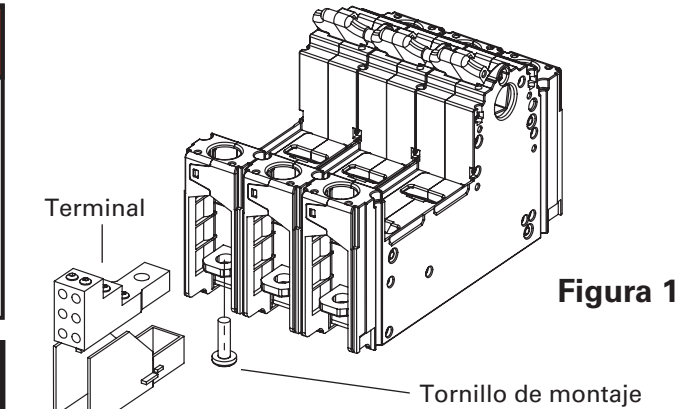

Figura 1
Si el CCP o el portafusible CUBEFuse ya está instalado en el equipo, debe desmontarlo del equipo para instalar este kit. El kit está diseñado para usarse únicamente en el lado de carga. Vea la Figura 1.
2. Coloque la terminal dentro del aislador moldeado, como se muestra en la Figura 1.
3. Coloque el aislador moldeado y la terminal como se muestra en la Figura 1.
4. Instale el tornillo de montaje suministrado, como se muestra en la Figura 1. Aplique al tornillo un par de apriete de 10.8 N•m (95.6 lb-pulg).